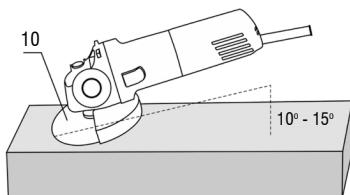

Fig. 10 – Ângulo correto de esmerilhamento
- Segure o equipamento com um ângulo de 10° a 15° em relação à superfície a ser trabalhada, conforme a fig.10. Se o ângulo for menor que o recomendado, será mais difícil de controlar o equipamento, forçando-o demasiadamente. Se o ângulo for maior que o recomendado, a qualidade do trabalho ficará comprometida com muitos vinchos na superfície trabalhada;